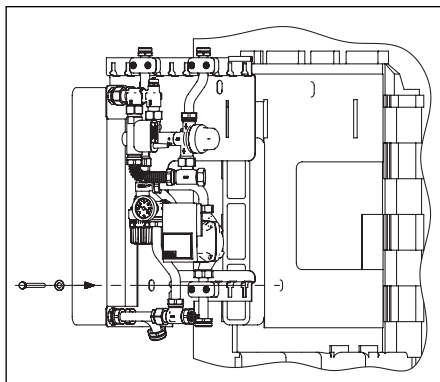

Fig. 12 Montaggio gruppo ACS
- Agganciare il gruppo ACS (Fig. 12/13) al supporto.